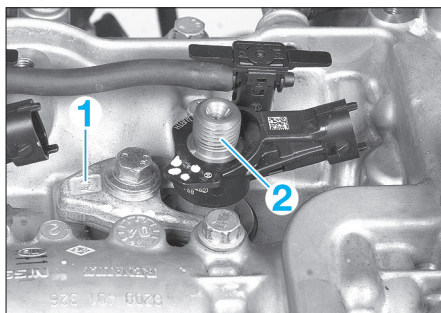
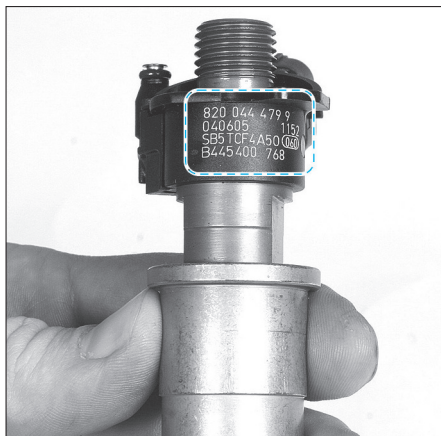

FIG. 47
FIG. 48
- Débrancher les connecteurs des injecteurs (2).
- Déposer les vis de fixation des brides d'injecteurs (1) (fig. 47).
- Déposer les brides (1) puis les injecteurs (2) (fig. 47) en relevant pour chaque injecteur son code à 6 caractères (IMA) porté sur le porte-injecteur (fig. 48).